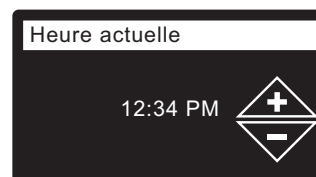

FIG. 27
19. **HEURE ACTUELLE** Appuyez sur le bouton BAS (▼) ou HAUT (▲) pour régler l'heure (cf. Figure 27). Maintenez le bouton enfoncé pour faire défiler rapidement. Vérifiez que la période indiquée est correcte (AM ou PM). L'horloge sera en format 24 heures si vous avez choisi les unités métriques à l'étape 17.
20. Appuyez sur le sélecteur (O).